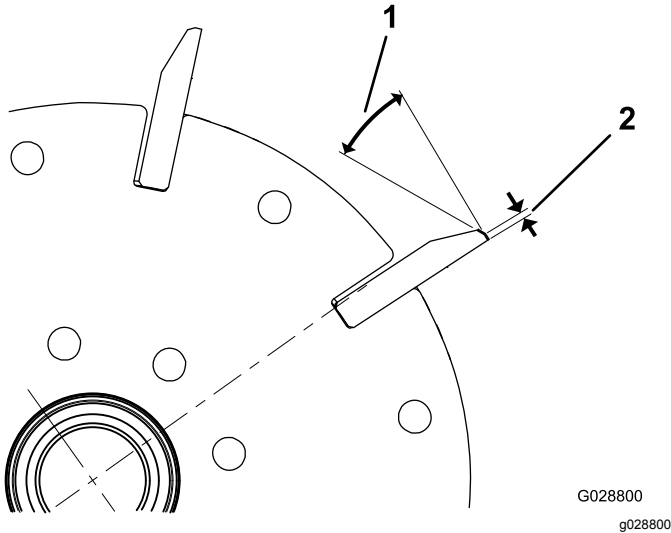

Figura 64
1. Applicate un angolo di spoglia di 30° su tutte le lame del cilindro fino a quando la larghezza della superficie non è pari a 1,3 mm (Figura 64).